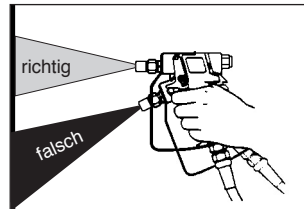

Abb. 18: Spritzwinkel
- Halten Sie die Spritzpistole im rechten Winkel (90°) zu der zu beschichtenden Fläche. Sobald Sie die Spritzpistole in einem anderen Winkel halten, wird die Beschichtung ungleichmäßig und fleckig (siehe Abb. 18).